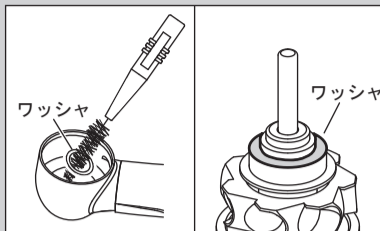

図12
- ワッシャはヘッド内部に張り付いている場合(図12左)と、カートリッジに張り付いている場合(図12右)があります。